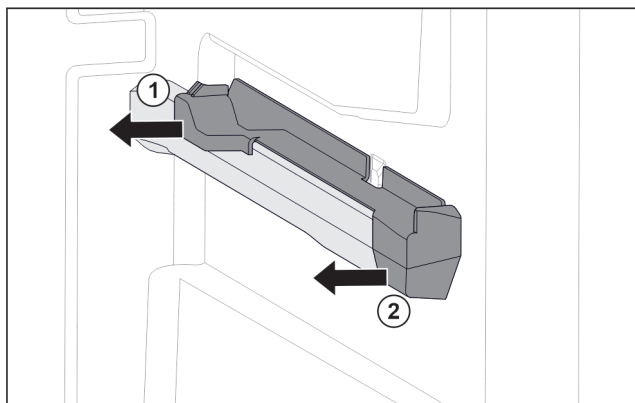

Fig. 75 Вставная часть на правом контейнерном ребре
- Отодвиньте вставную часть сзади в сторону. Fig. 75 (1)
- Отодвиньте вставную часть спереди в сторону. Fig. 75 (2)